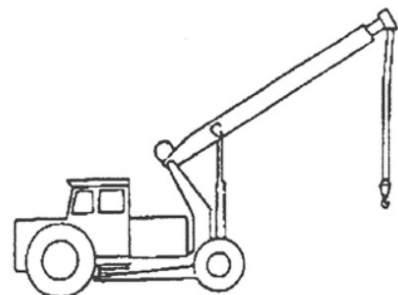

Imagen 4.
24. ¿Que tipo de grúa aparece en la imagen 4?: